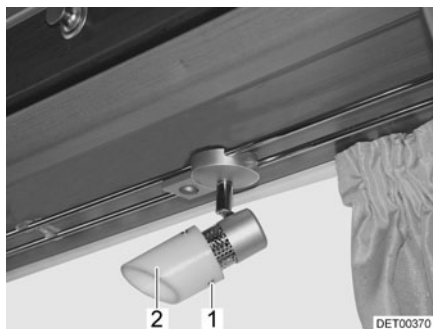

Fig. 181 Spot halogène (coulissant)
- Dévisser les vis de fixation (Fig. 181,1).
- Retirer prudemment la protection en forme de calice de la lampe (Fig. 181,2) du support.